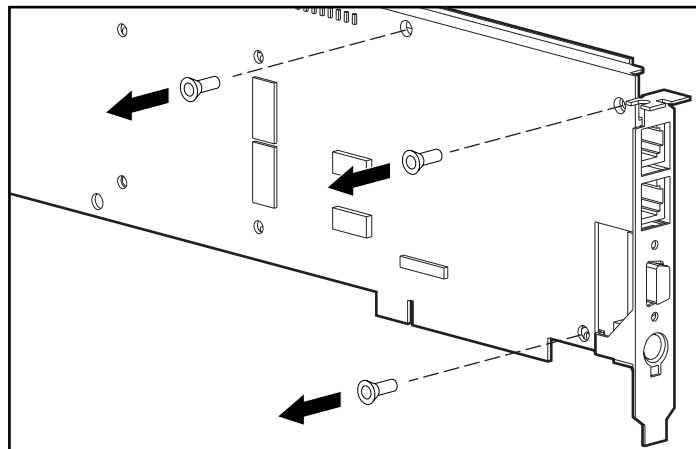

図2-8. ドータ ボードを取り外す
3. 図2-8で示すように、ドータ ボードをリモートInsightボードに接続している3本のネジを取り外します。